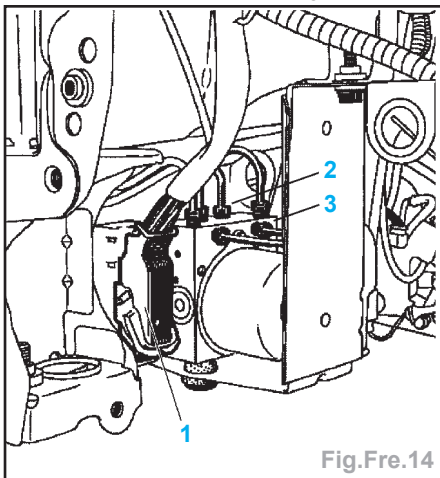

Fig.Fre.14
- le connecteur ABS (1) (Fig.Fre.14),